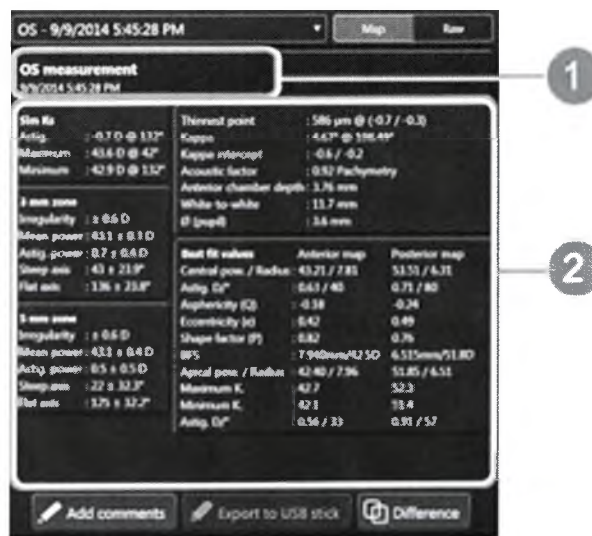

Рис. 77. Значения счетверенной карты
- Дата и время измерения (поз. 1 на рис. 77)
- Моделированные значения K, статистика по зонам 3 и 5 мм, наиболее приближенные значения, точка наименьшей толщины, угол каппа (карра), пересечение каппа, акустический фактор, глубина передней камеры глаза (Ер), горизонтальный диаметр роговицы (white-to-white) и Ø зрачка (поз. 2 на рис. 77).